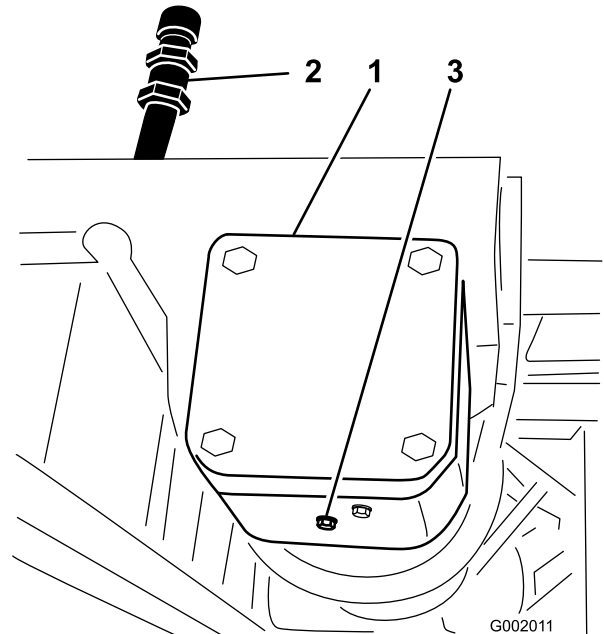

Figura 73
2. Coloque um recipiente de escoamento debaixo do bujão de drenagem da caixa de velocidades da accionamento da bomba (Figura 73).
3. Retire o bujão de enchimento e escoamento (Figura 73), para permitir a drenagem do óleo para o recipiente.